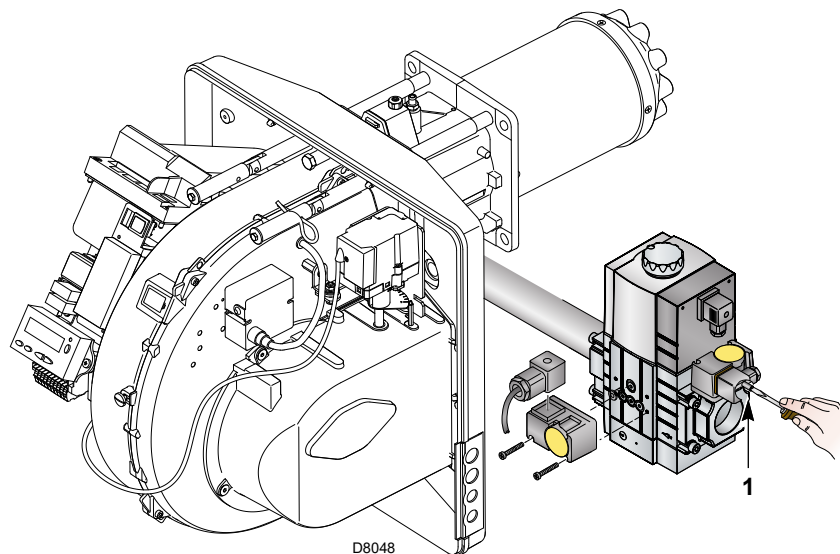

Abb. 25
- Prüfen Sie den Gasversorgungsdruck durch Anschließen eines Druckmessers an die Druckentnahmestelle 1)(Abb. 25) des Minimal-Gasdruckwächters: er muss geringer als der maximal zulässige Druck der Gasarmatur sein, der auf dem Kennschild der technischen Daten angegeben ist.
- Entlüften Sie die Leitung der Gasarmatur, indem Sie eine Kunststoffleitung an die Druckentnahmestelle 1)(Abb. 25) des Minimal-Gasdruckwächters anschließen. Führen Sie die Entlüftungsleitung aus dem Gebäude, bis der Gasgeruch wahrnehmbar ist.